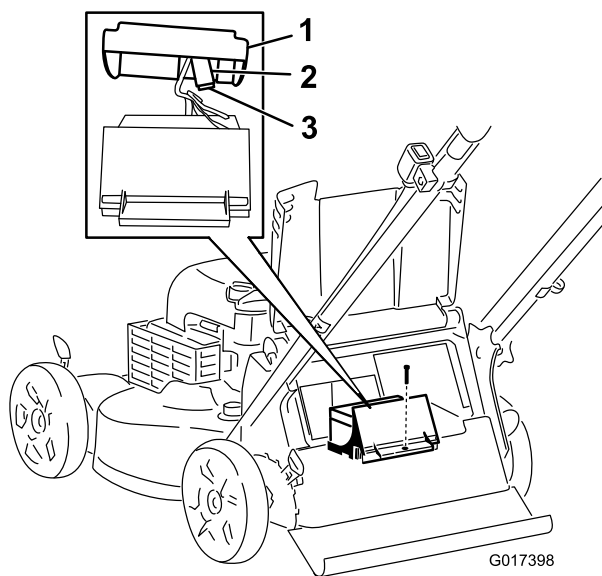

Figura 25
3. Rimuovete la vite di fissaggio del vano batteria, estraete la batteria e individuate il fusibile (Figura 25).
4. Sostituite il fusibile nel portafusibili (Figura 25).